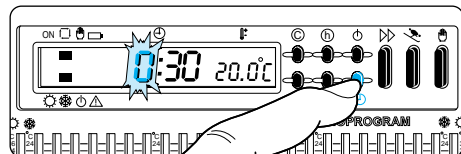

Fig. 14
5.3 - Premere il pulsante  (fig. 14).